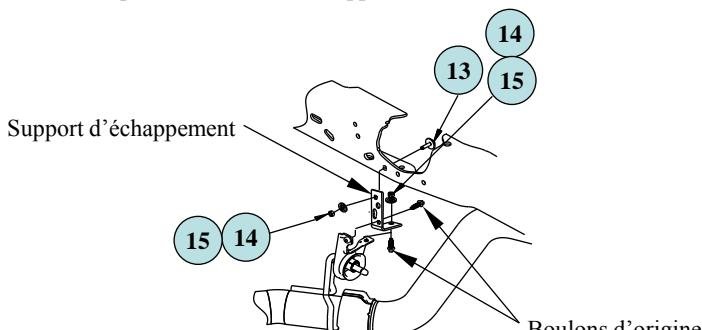

Figure 5a
16. Si le dégagement entre le tuyau d'échappement et les traverses structurales du Hide-A-Goose est inférieur à $\frac{1}{2}$ po, il faut utiliser le support de tuyau d'échappement fourni avec le nécessaire de montage 4449. Voir les figures 5a et 5b pour les modèles 2008 et plus récents. Pour la fixation arrière (figure 5a), fixer la rallonge de support sur le support d'origine à l'aide des boulons M8 d'origine, puis fixer la rallonge au cadre à l'aide de la visserie fournie. Réinstaller le support d'échappement à l'avant de l'essieu sur la traverse de cadre à l'aide d'espaces de 3/8 po intercalés entre le support et la traverse structurale.